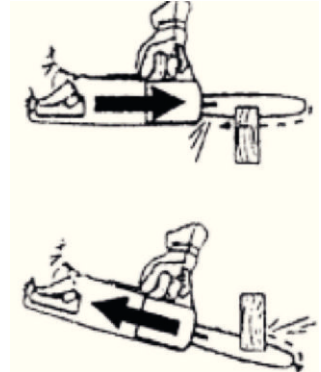

Рис. 11
**ВНИМАНИЕ!** Никогда не работайте пилой одной рукой. Не имея полного контроля, Вы можете потерять управление и травмировать себя. Самый безопасный способ - пилить нижней частью цепи. При работе верхней частью цепи управление пилой затруднено, а опасность отскока возрастает (см. рис. 11).